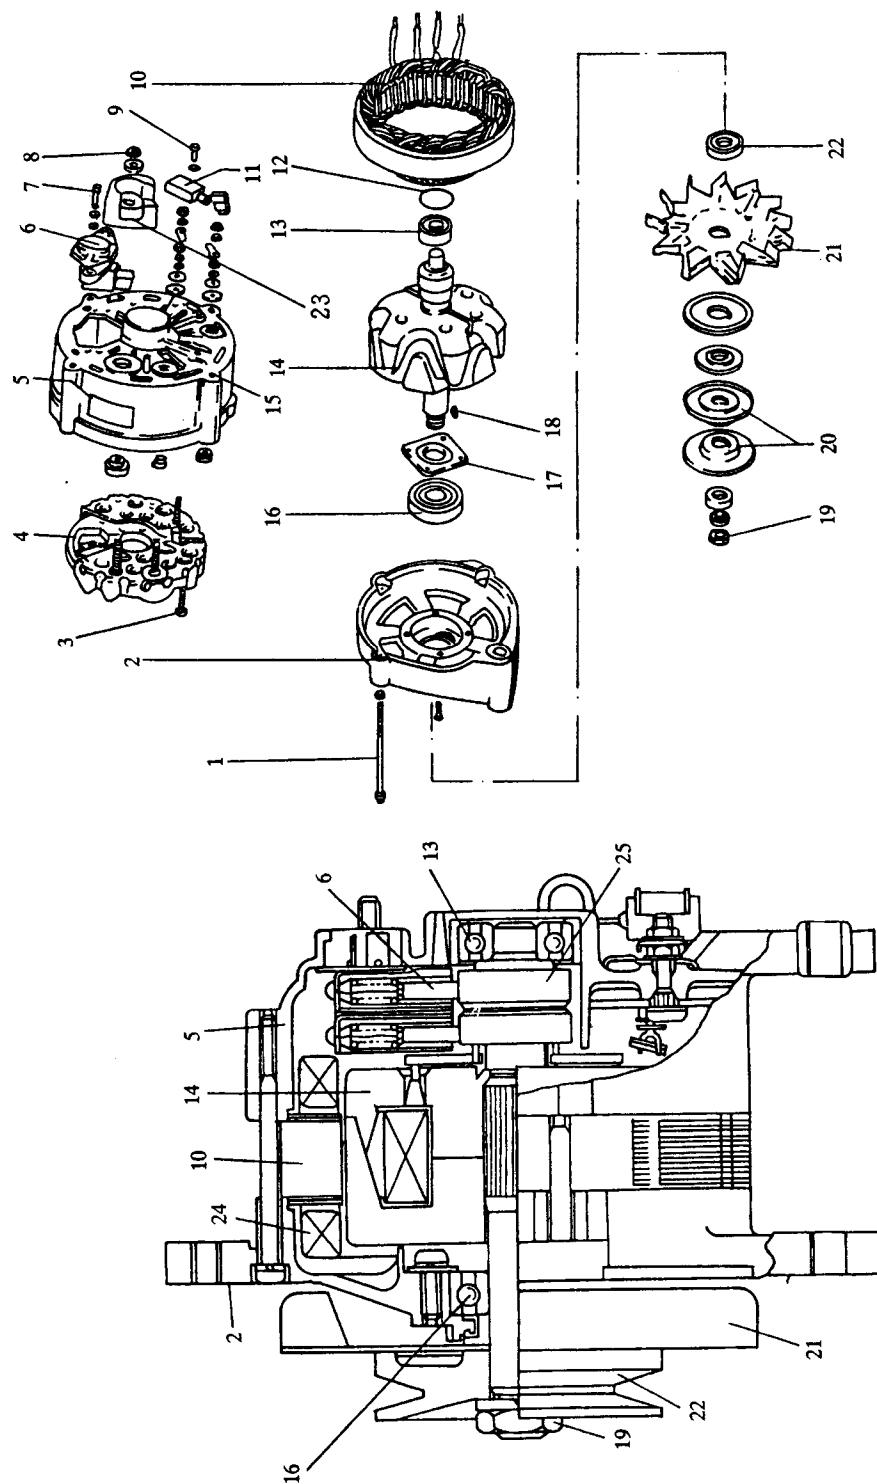

图 1-4 发电机的构造
①发电机的构造，如图 1-4 所示。发电机转子 14 用轴承 16 和 13 座在无轴承盖 2 与发电机壳体 5 上，定子 10 和二极管板 4 装在发电机壳体 5 内，炭刷与电压调节器 6 制成一整体，用螺钉 7 固定在壳体 5 外侧，在转子 14 轴的前端装有供发电机冷却的风扇 21 和由曲轴用三角皮带传动的皮带轮 20，该发电机还装有抗干扰的电容 11。